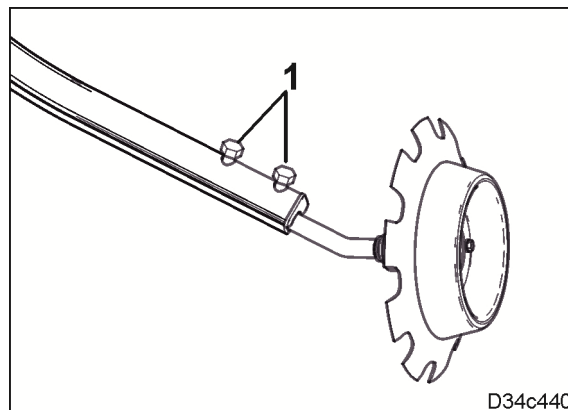

Fig. 195
4. Desserrer deux vis (Fig. 195/1).
7. Serrer les vis (Fig. 195/1).